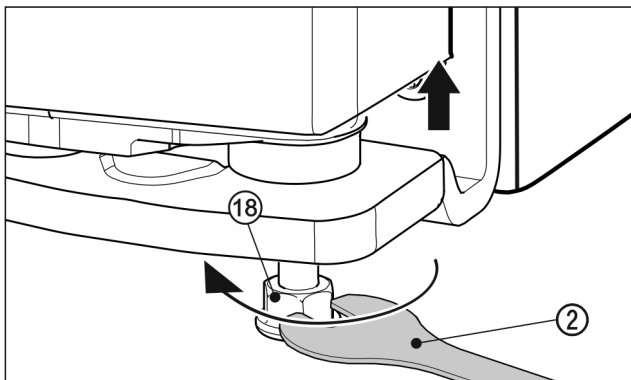

Fig. 26
- ▶ För att lyfta dörren, skruva ut justerfoten Fig. 26 (18) åt höger med den medföljande U-nyckeln Fig. 26 (2) till kontakt med golvet. Skruva sedan vidare tills dörrens höjd är justerad. Vid leverans är lagerbulten helt inskruvad.